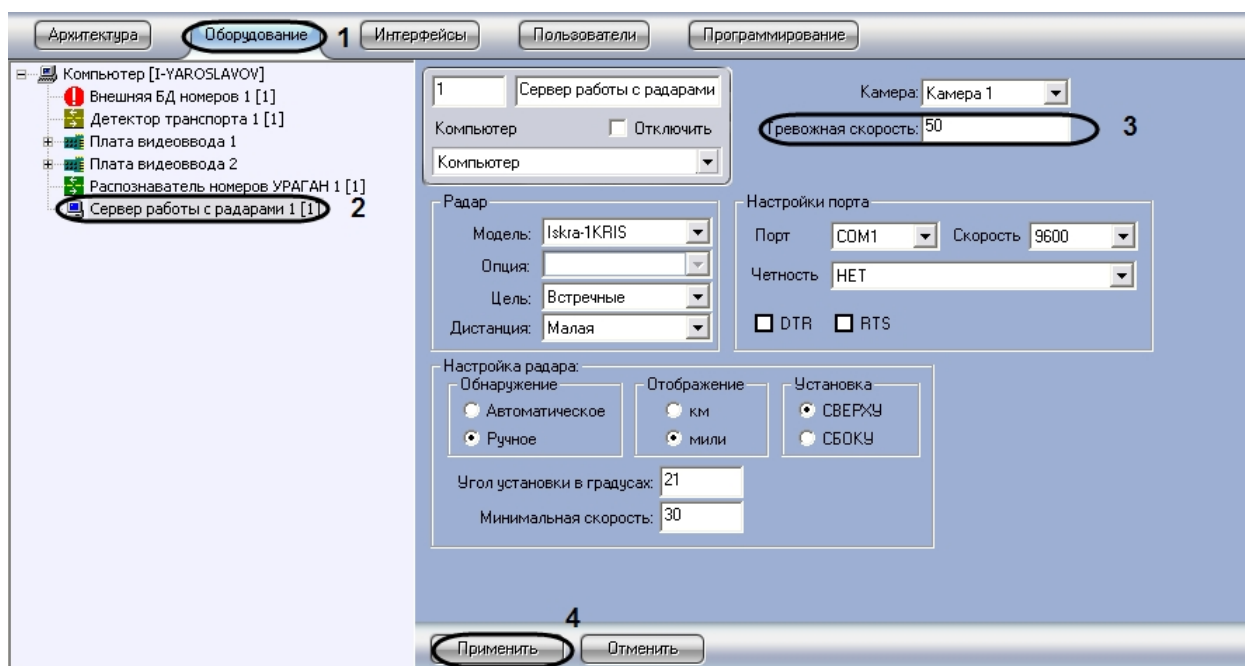

Рис. 52. Указание допустимой скорости движения транспортных средств
2. В дереве объектов на вкладке «Оборудование» выбрать объект «Сервер работы с радаром», соответствующий настраиваемому программному модулю «Радар». В правой части вкладки «Оборудование» отобразится панель настройки выбранного объекта (см. Рис. 52).